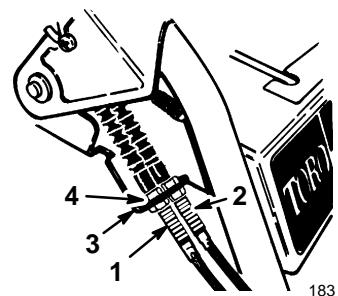

Figure 25
- Desserrez le contre-écrou supérieur de fixation du câble de tarière/roue hélice au support de montage (Fig. 25).
- Desserrez les contre-écrous qui fixent au support le câble correspondant à la courroie à remplacer (Fig. 25).